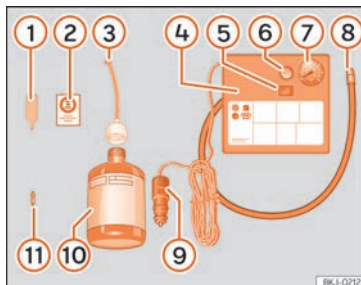

Abb. 98 Prinzipdarstellung: Bestandteile des Pannensets
Das Pannenset befindet sich im Gepäckraum unter dem Bodenbelag. Es besteht aus folgenden Bestandteilen » **Abb. 98:**
Den Reifenfüllschlauch »» Abb. 98 ⑧ wieder anschließen und den Reifenfülldruck an der Reifenfülldruckanzeige ⑦ ablesen.